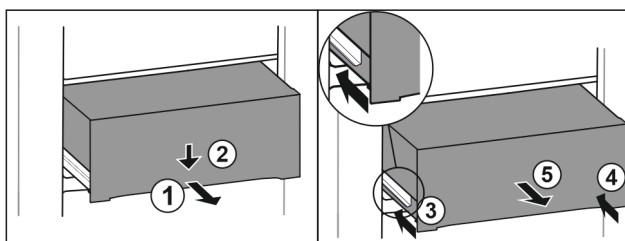

Fig. 196
- Tirer le tiroir jusqu'à mi-chemin. *Fig. 196 (1)*
- Appuyer sur l'avant du tiroir vers le bas. *Fig. 196 (2)*
- Insérer le rail gauche d'env. 2 cm. *Fig. 196 (3)*
- Insérer le rail droit d'env. 2 cm. *Fig. 196 (4)*
- Retirer le tiroir par l'avant. *Fig. 196 (5)*